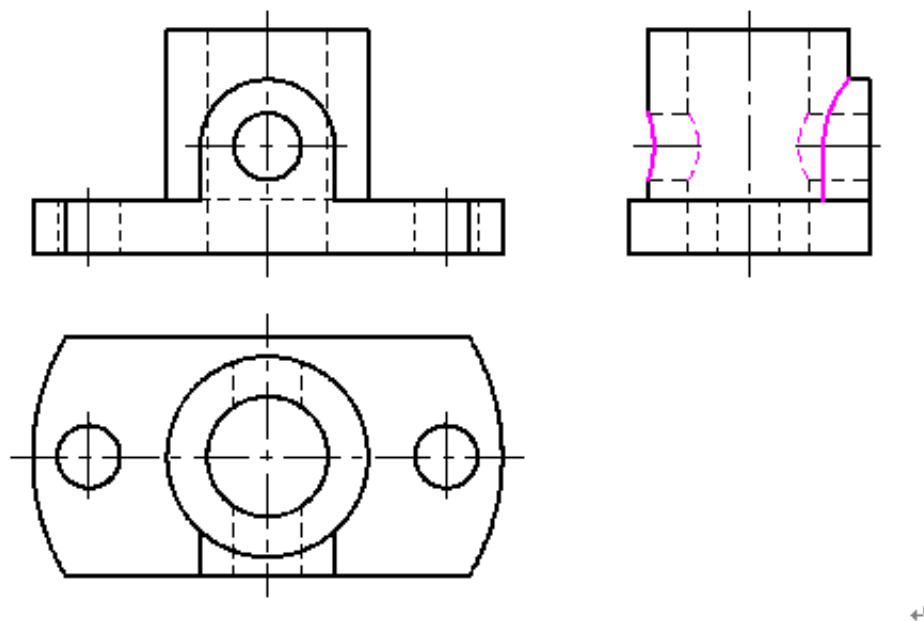

图 3-18 绘制相贯线
⑥绘制截交线与相贯线。
- 绘制内表面相贯线，取半径 $R13.5\text{mm}$ ($27\text{mm}/2$)，如图 3-18 所示。